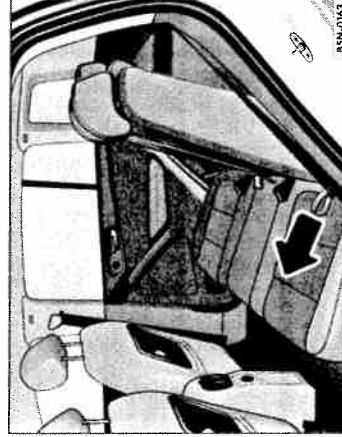

Fig. 70 Reglarea spătarului banchetei din spate.
- Așezați-vă pe banchetă și sprijiniți-vă spatele de spătar. Trageți curelușa din partea laterală a scaunului ⇒ fig. 70 și mențineți-o în această poziție. Concomitent deplasați-vă partea superioară a corpului în poziția dorită, în față sau în spate și eliberați curelușa. Sprijiniți-vă pe spate, până când spătarul se fixează cu zgomot ⇒ ▲.